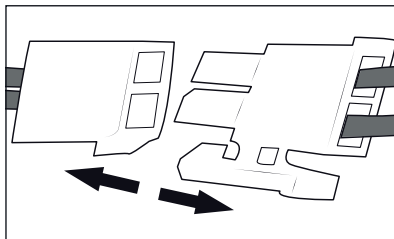

Rys. 16
- 1) Odkręć obie śruby osłony kieszeni akumulatora **25** (patrz rys. 16) na spodzie urządzenia za pomocą wkrętka krzyżowego i wyjmij je z urządzenia. Zdejmij osłonę kieszeni akumulatora **25** z urządzenia.